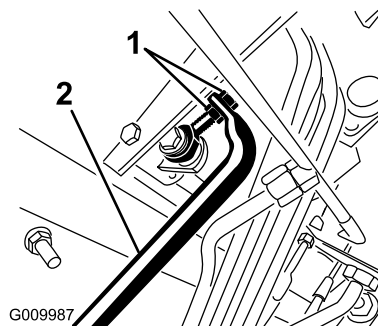

図 46
4. 前への動きを止めたい場合は、ポンプ・ロッドの端部にあるジャム・ナットを回してポンプ・コントロール・チューブ (図 46) を前へ動かす。後への動きを止めたい場合は、後へ動かす。